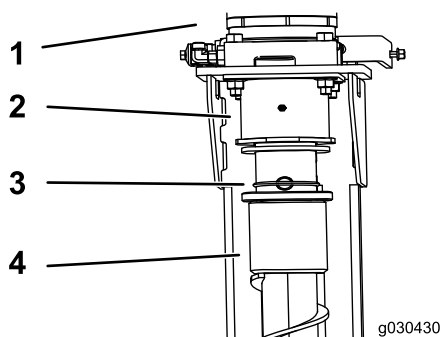

Figure 1
4. Tout en maintenant les vrilles, retirez les joints toriques et les goupilles qui fixent les vrilles aux moteurs (Figure 1).
5. Tout en maintenant les vrilles, retirez les goupilles et les clips en E de fixation des vrilles aux moteurs (Figure 1).